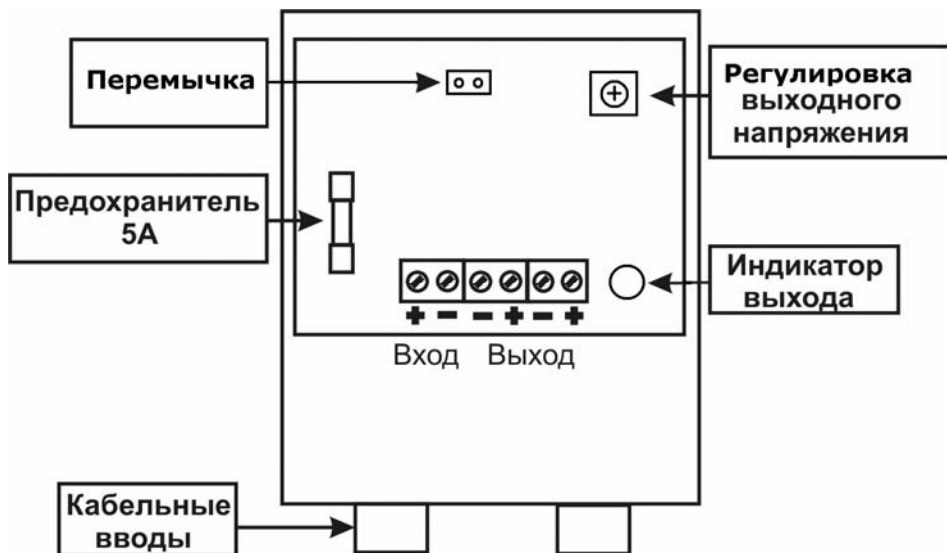

Рис. 1 Вид преобразователя со снятой крышкой (схема подключения)
Преобразователь содержит следующие конструктивные элементы (см. рис. 1):
На плате расположены входная и две, соединённые параллельно, выходные соединительные колодки, светодиодный индикатор наличия выходного напряжения, переключатель (типа джампер) выбора диапазона входного напряжения, подстроечный резистор для регулировки выходного напряжения, предохранитель 5 А (см. рис. 1).
- подключить провода от нагрузки к выходной колодке с учетом полярности, приведенной на рис. 1;
- подключить провода от источника питания к входной колодке преобразователя с учетом полярности указанной на рис. 1;